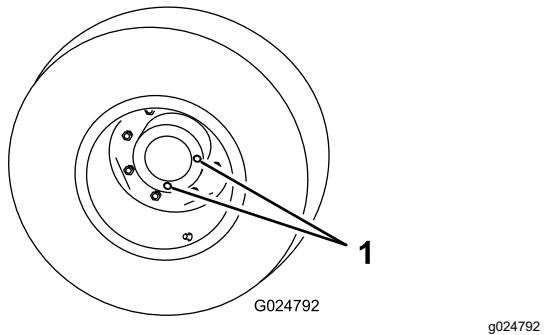

Figura 67
2. Coloque una rueda de manera que uno de los tapones de verificación esté en la posición más baja (posición de las 6) (Figura 67).